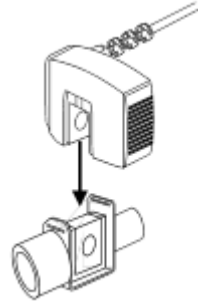

Figura 3.1-2: Conexão do sensor CAPNOSTAT no adaptador de vias aéreas.
- Para instalar o adaptador, deve-se encaixá-lo no CAPNOSTAT de forma cuidadosa. Pressiona-se o adaptador de encontro ao CAPNOSTAT até que ocorra o engate entre os dois dispositivos (caracterizado por um “click”). A ilustração da Figura 3.1-2 deve ser tomada como referência. Se necessário, executar o “zero” do adaptador de vias aéreas após a sua instalação no CAPNOSTAT.